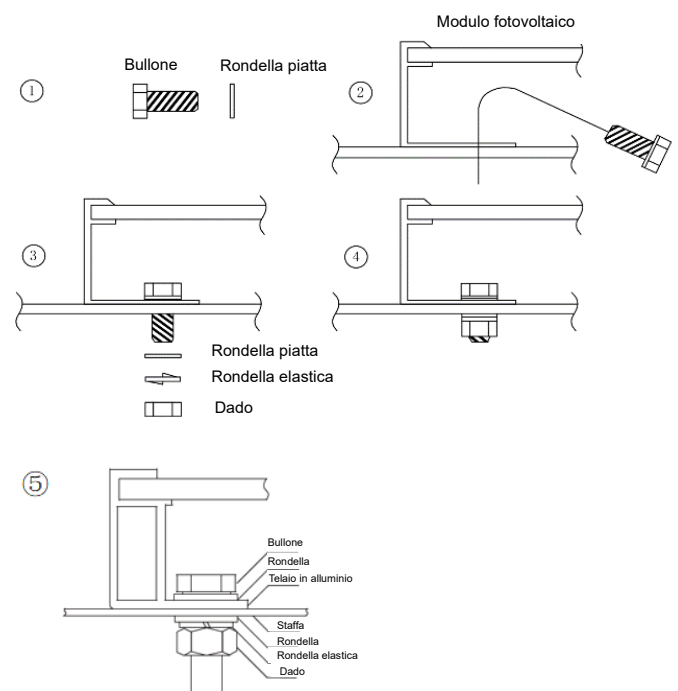

figura 3
- Il metodo e le specifiche degli elementi di fissaggio sono illustrati nella **figura 3** di seguito: